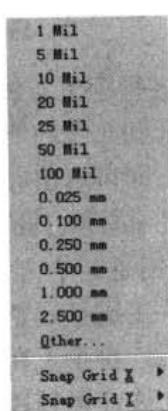
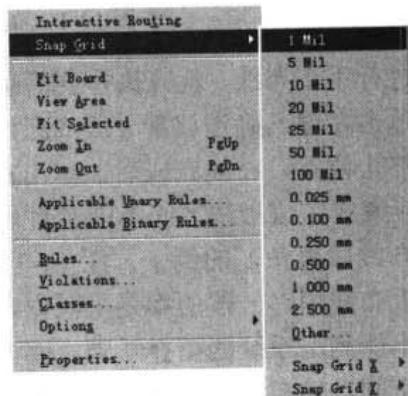
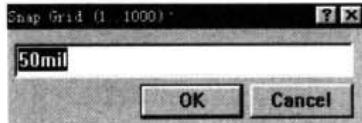

图 14-5 栅格设置菜单
图 14-6 定位栅格菜单
图 14-7 Snap Grid (设置栅格) 对话框
- (1) 运行 Protel 99 SE，打开 PCB 文件。
- (2) 将鼠标移动到 PCB 图中，按下 G 键，弹出如图 14-5 所示的菜单，或者在 PCB 图中单击右键，弹出如图 14-6 所示菜单，进行栅格设置。
- (3) 如果菜单所提供的栅格间距不能满足设计要求,可以在图 14-5 或图 14-6 中选择 Other 命令,弹出如图 14-7 所示的 Snap Grid (设置栅格) 对话框,在对话框中输入自动定位的栅格最小间距。